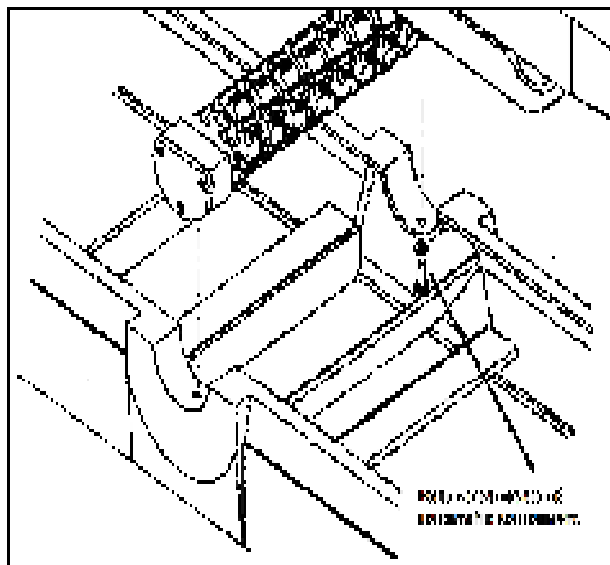

Рис. 32
5. Открутите два винта с шестигранными головками и контршайбы, которые крепят ножевой вал к станине. Они находятся с внутренней стороны подшипниковых опор, как показано на Рис. 32.